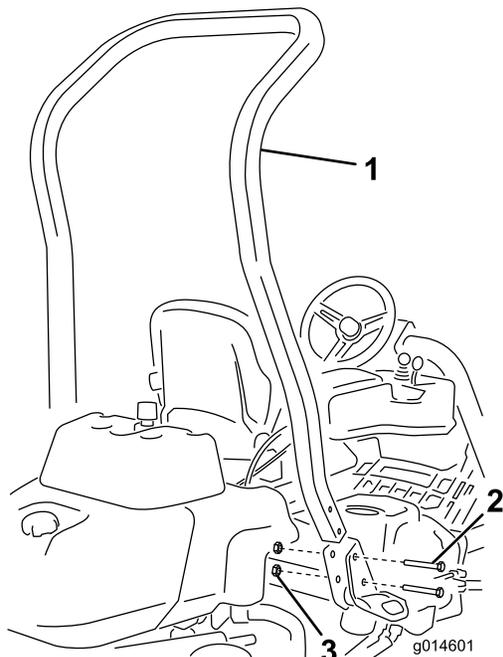

図 3
3. 機体の左右にあるポケットにROPSを差し込み、ボルト(1/2 x 3-3/4 インチ)4本とフランジ・ナット4本(1/2 インチ)で固定する(図3)。